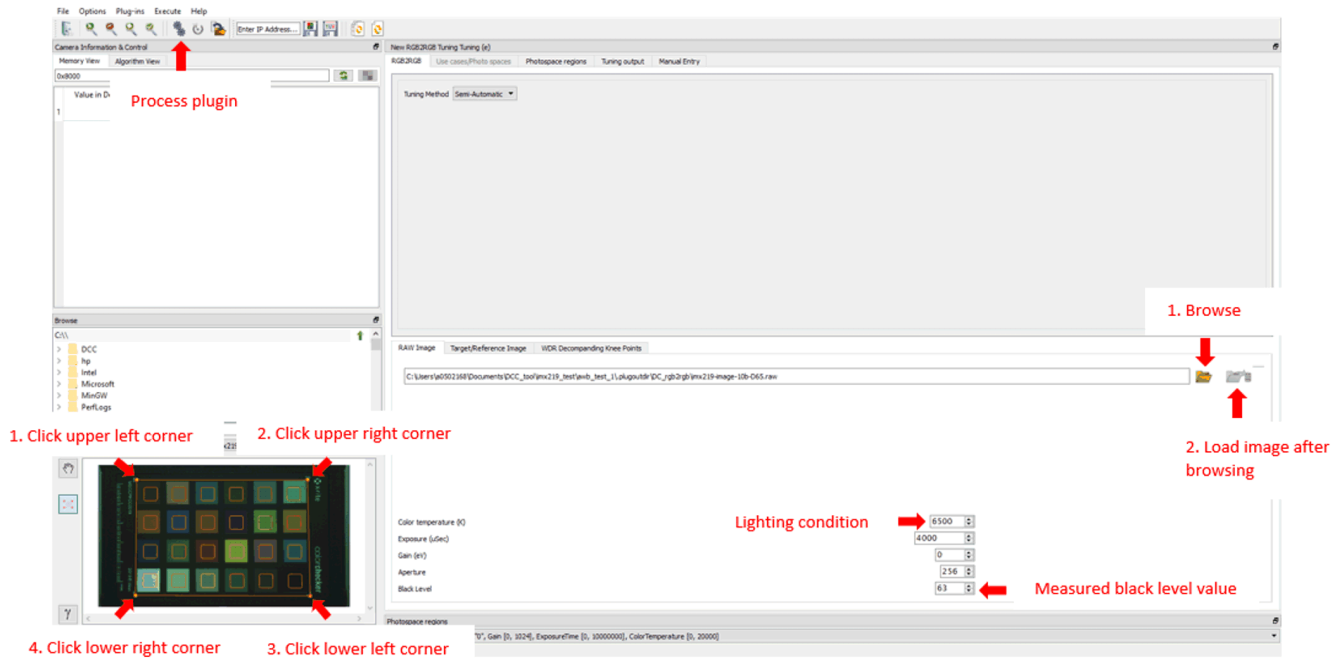
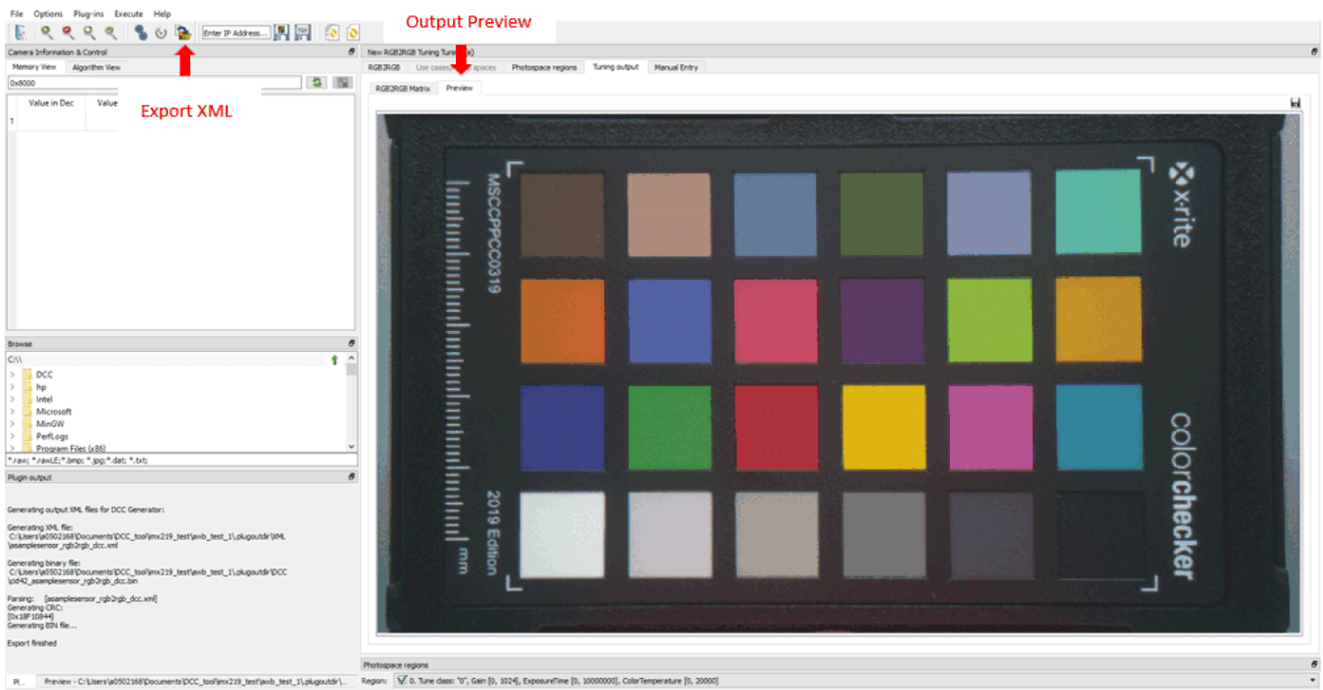

图 7-20. 颜色校正调优
图 7-21. 颜色校正调优输出
- 处理插件并点击导出 DCC 配置文件二进制文件以生成 XML 和二进制文件，如图 7-20 和图 7-21 所示。